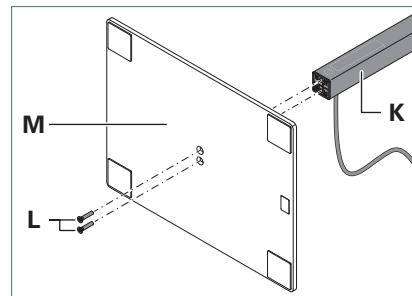

Fig. 3: Standrohr montieren.
- Montieren Sie das Standrohr mit den mitgelieferten Schrauben **L** am Leuchtenfuß **M**, siehe Fig. 3.